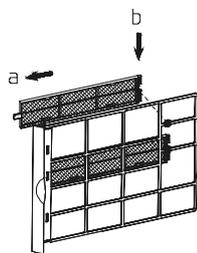

Figura 17
- Montare nuovamente le due cornici dei filtri purificatori sul filtro principale (Vedi Figura 17).